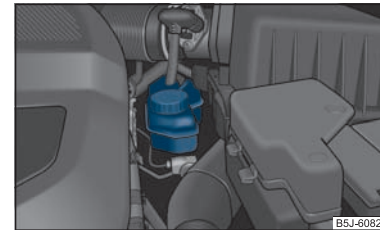

Abb. 143 Motorraum: Bremsflüssigkeitsbehälter
- Prüfen Sie den Bremsflüssigkeitsstand am Behälter ⇒ Abb. 143. Der Stand muss zwischen den Markierungen „MIN“ und „MAX“ liegen. ▶